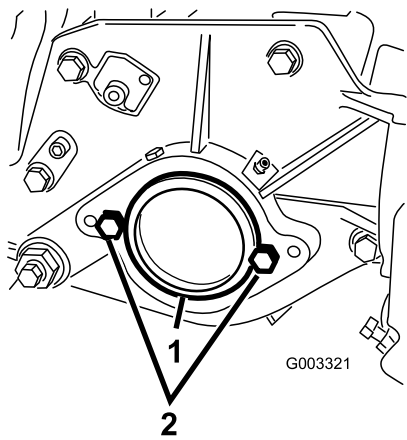

Figura 17
2. En el extremo derecho de la unidad de corte, retire el tapón de plástico del alojamiento del cojinete (Figura 17).
3. Retire los 2 tornillos de caperuza de la chapa lateral derecha (Figura 17).
1. Tapón de plástico 2. Tornillo de caperuza (2)
5. Instale provisionalmente los 2 tornillos de caperuza de montaje del motor del molinete a la chapa lateral izquierda de la unidad de corte (Figura 17).